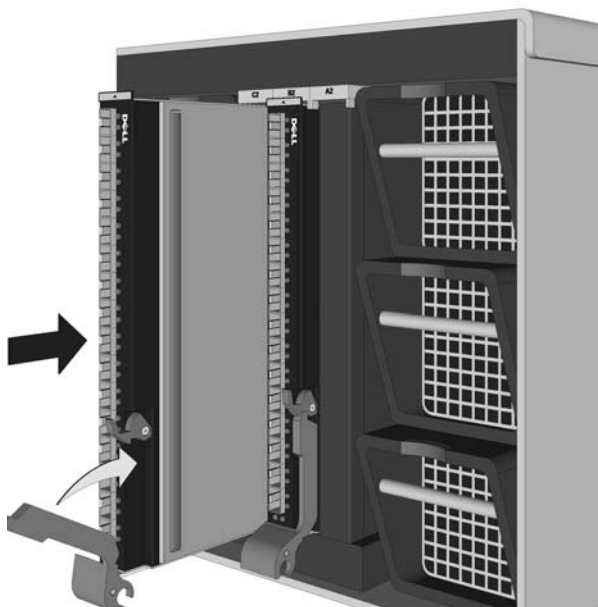

Figure 1-2. Installation du module de passerelle
- 5 Pivotez le bras de verrouillage vers le haut jusqu'à ce qu'il soit aligné sur le panneau avant, et que le sommet du bras soit logé dans le verrou, comme illustré à la Figure 1-2, Installation du module de passerelle.